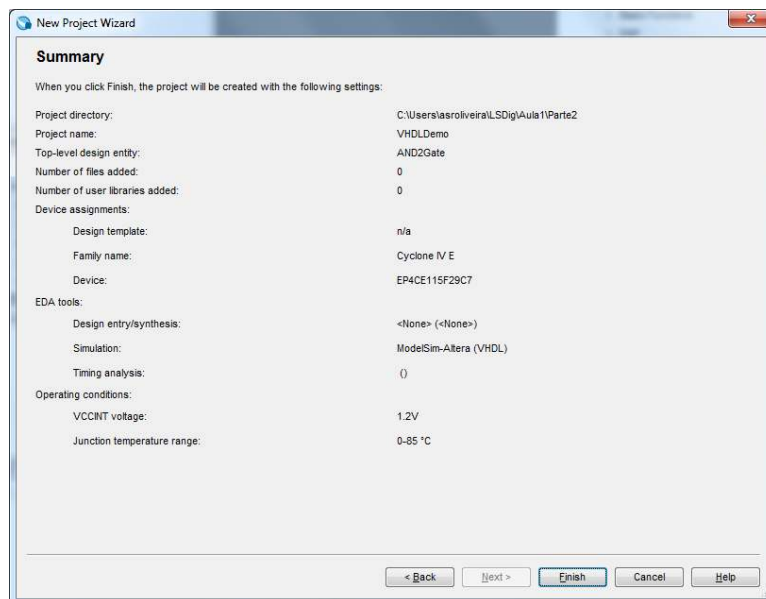

Figura 31 – Sumário final da criação do projeto.
1. Crie para a FPGA do kit DE2-115 (**Cyclone IV EP4CE115F29C7**) um novo projeto, seguindo os mesmos passos do ponto 1 da parte I deste guião. Considere a informação de identificação do projeto apresentada na Figura 30. O sumário da descrição do projeto deve ser semelhante ao da Figura 31.